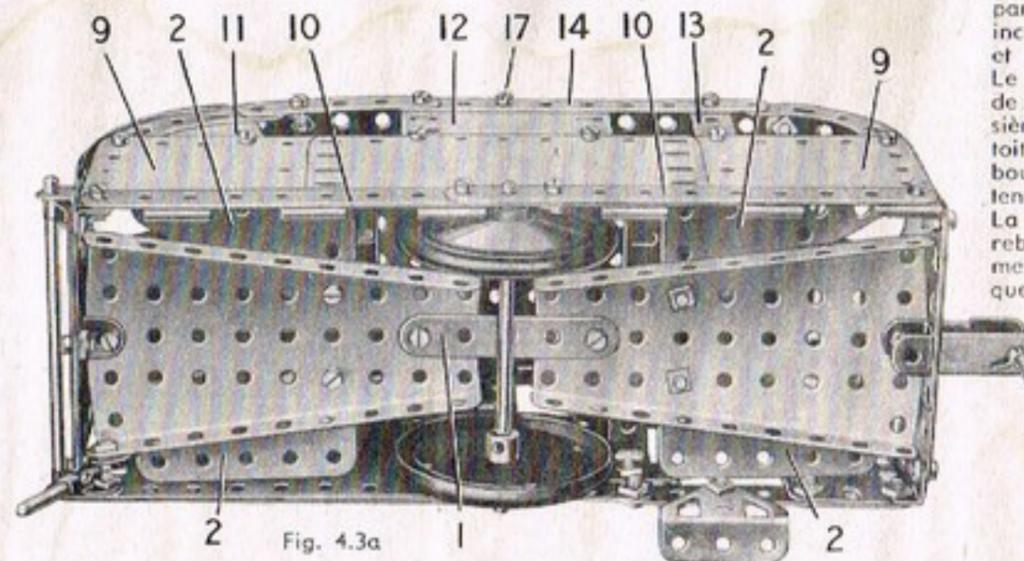

Fig. 4.3a
Deux plaques flexibles triangulaires de 6x4 cm. (2) sont boulonnées sur chaque plaque-secteur. Le côté du modèle qui apparaît sur la vue générale est constitué par une plaque flexible de 14x6 cm. et une de 11,5x6 cm. qui se recouvrent sur 7 trous, ainsi que par une plaque flexible de 6x4 cm. Les plaques sont boulonnées sur deux bandes de 11 trous (3) qui se recouvrent sur trois trous. Le bord supérieur de ce côté est constitué par une bande de 11 trous (4) prolongée par une bande de 5 trous qui la recouvre sur trois trous; la bande ainsi obtenue est reliée aux plaques flexibles de chaque extrémité par une bande incurvée épaulée. Les châssis des fenêtres sont constitués par une bande de 5 trous (5), une bande coudée de 60x12 mm. (6), une plaque à rebords de 38x63 mm. (7) et une plaque semi-circulaire (8). Sur un côté de la porte, une rampe est formée d'une tringle de 5 cm. tenue dans des raccords de tringle et bande à angle droit. Le côté qui apparaît sur la figure 4.3a est constitué par les deux moitiés (9) d'une plaque à charnière boulonnées sur une plaque flexible de 11,5x6 cm. et sur deux bandes de 11 trous (10) qui se recouvrent sur trois trous. Les châssis des fenêtres sont constitués par une plaque semi-circulaire (11), une plaque flexible de 6x6 cm. (12) et une bande coudée de 60x12 mm. (13). Le rebord supérieur du toit est une bande (14) composée d'une bande de 11 trous et d'une de 5 trous qui se recouvrent sur trois trous; les extrémités sont des bandes incurvées épaulées. Les côtés sont réunis à chaque extrémité par une bande de 7 trous (15) fixée sur des équerres. Une extrémité consiste en une plaque flexible de 6x6 cm. et une de 6x4 cm. et l'autre en deux plaques flexibles de 6x6 cm. Les fenêtres des extrémités incurvées sont formées par des bandes cintrées à glissières boulonnées sur les plaques flexibles; chaque bande cintrée est prolongée par une bande de 5 trous boulonnée sur une bande de 11 trous (16). Les bandes (16) sont fixées aux côtés par des équerres renversées tenues par les boulons (17). Le montant central de la fenêtre incurvée est une bande de 5 trous à une extrémité et une bande coudée de 60x12 mm. à l'autre. Le toit consiste en deux plaques cintrées de 43 mm. de rayon (18) fixées sur les bandes cintrées à glissières par des supports plats. La partie centrale du toit est une plaque à rebords de 14x6 cm. qui est boulonnée sur les rebords des équerres renversées tenues par les boulons (17).
La carrosserie est fixée sur les plaques-secteur à rebords par une équerre et un support double comme le montre la figure 4.3a. Le dispositif de remorque est une chape munie d'une tringle de 5 cm. qui sert également de support à une des extrémités de la caravane. A l'autre extrémité, le support est une tringle de 2,5 cm. tenue dans un raccord de tringle et bande boulonné par contre-écrous sur l'une des plaques-secteur à rebords.